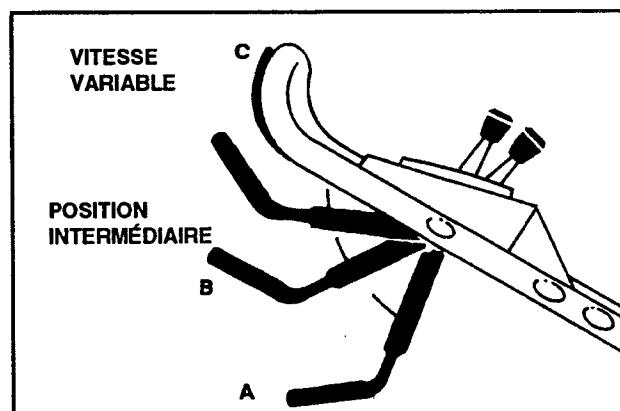

Figure 9
4. FONCTIONNEMENT DE LA LAME ET FONCTIONNEMENT EN TRACTION (fig. 9) - Abaissez la barre de commande en position "A" puis mettez-la en position "B" pour enclencher la lame. Comprimez la barre de commande contre la poignée "C" pour mettre la tondeuse en mouvement. Pour déclencher la commande de roue tout en maintenant la lame enclenchée, relâchez lentement la barre de commande jusqu'à sa position intermédiaire. Pour mettre la tondeuse en mode d'auto-propulsion, la lame étant déclenchée, comprimez simplement la barre de commande contre la poignée, sans effectuer le mouvement vers le bas qui est nécessaire à l'enclenchement de la lame.
5. ARRET (fig. 9) – Relâchez la barre de commande pour arrêter l'entraînement de traction et la lame. Placez